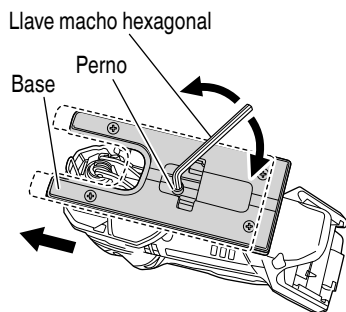

Fig. 21
- (1) Afloje el perno de base con la llave macho hexagonal provista en la base. (Fig. 21)
- (2) Mueva la base completamente hacia adelante, y vuelva a apretar el perno de la base. (Fig. 21)
(2) Mueva la base completamente hacia adelante, y vuelva a apretar el perno de la base. (Fig. 21)
(3) Ajuste la posición orbital a "0".
- (1) Afloje el perno de base con la llave macho hexagonal provista en la base y mueva la base completamente hacia adelante. (Fig. 21)
- (3) Apriete de nuevo el perno de base. (Fig. 21)
- (4) Ajuste la posición orbital a "0" - "III".